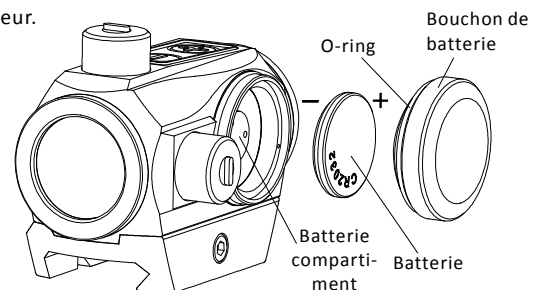

Fig 2 Installation de la batterie
- Veuillez voir la figure 2 pour l'installation et le remplacement de batterie :
- Insérez la batterie dans le compartiment à piles avec les polarités marquées correctes « + » « - », voir le Fig2.